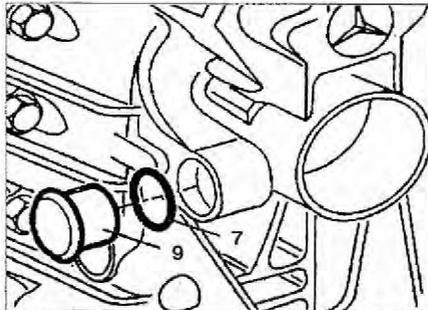

Рис. 4.16. Снимите стопорное кольцо 7 и пробку 9 индуктивного датчика.
5. Снимите стопорное кольцо 7 и пробку 9 индуктивного датчика (рис. 4.16).